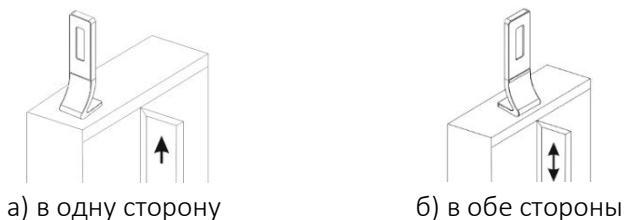

Рисунок 3 – Варианты контроля доступа
- работа изделия при контроле доступа в одну сторону (только на вход или только на выход) или в обе стороны (рисунок 3).